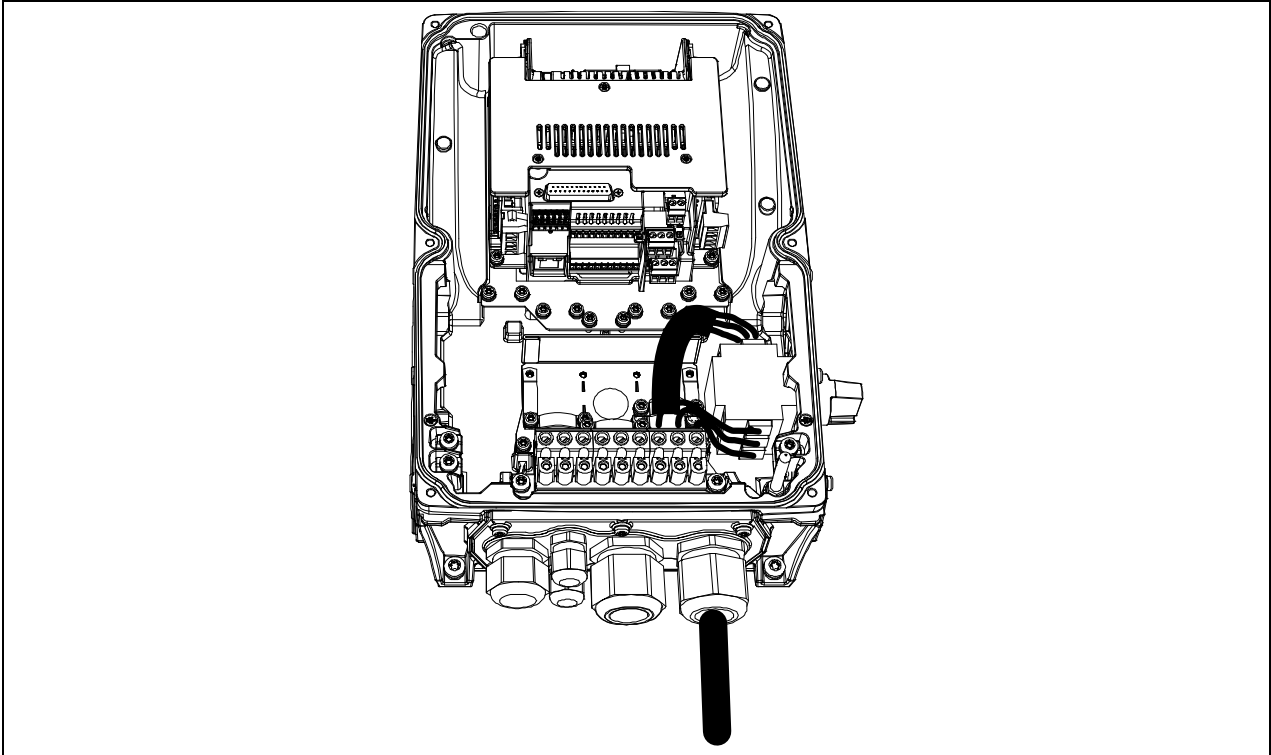

Figura 50. Interruttore di rete, placca ingresso cavi e cavi collegati.
- Montare la powerhead sul terminal box con le proprie viti: il processo di installazione è stato ultimato. Si veda la Figura 50.